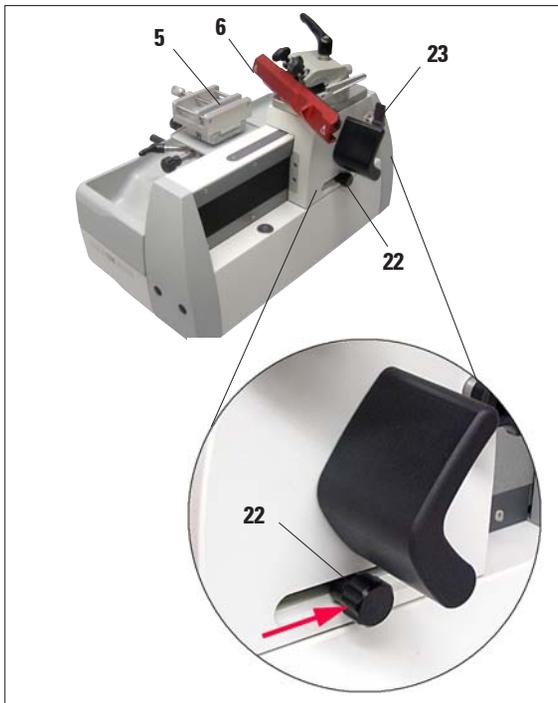

Abb. 25
- Zum Einstellen der automatischen Zustellung, die Klinge/das Messer (6) bis kurz vor die Probe (5) bewegen (Abb. 25) und in dieser Position mit dem Drehraster (23) arretieren.
- Den Stellknopf (22) lösen und so weit nach hinten schieben, bis Widerstand spürbar wird. In dieser Position wieder festdrehen.
Wenn der Stellknopf (22) in der vordersten (linken) Position (Abb. 25) arretiert ist, findet keine Zustellung statt.